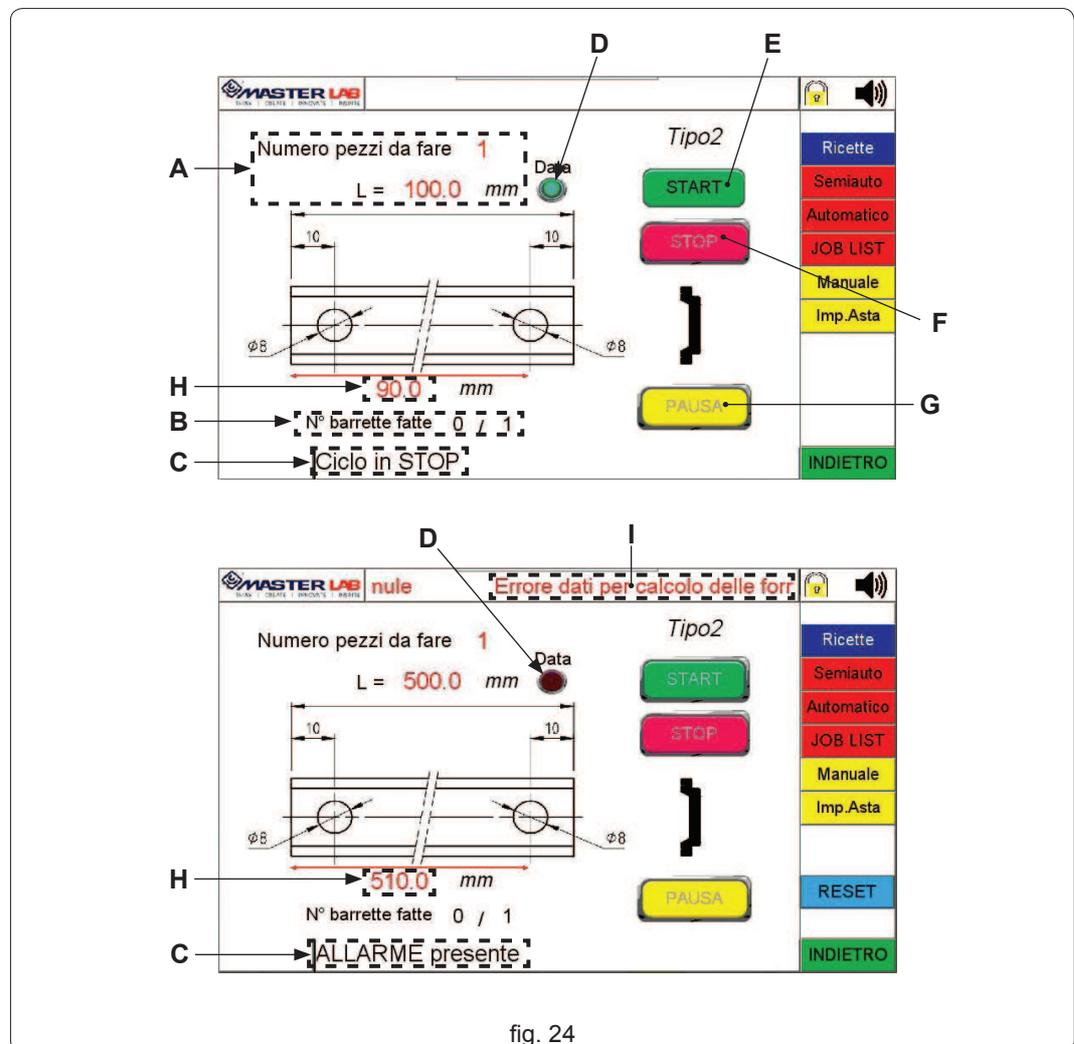
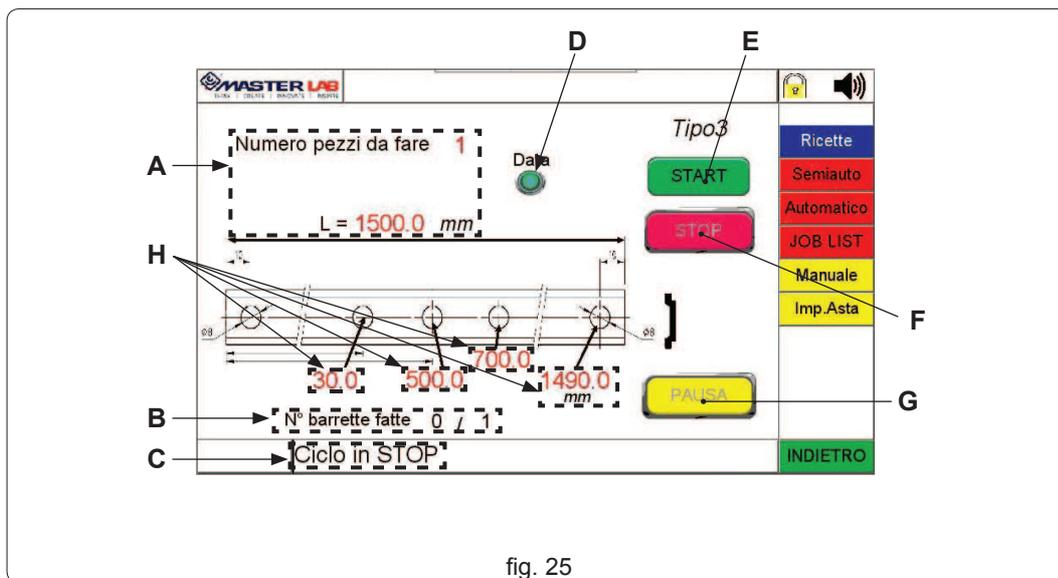

fig. 24
fig. 25
- il numero di aste da eseguire e la lunghezza precedentemente impostati (fig. 24 rif. A) toccando sui rispettivi numeri e immettendo i dati con il tastierino seguito dal tasto Enter;
- quota da assegnare al foro finale (fig. 24 rif. H);
- il contatore degli eseguiti (fig. 24 rif. B);
- lo stato della macchina (fig. 24 rif. C);
- led di verifica dati: verde -> ok / rosso-> anomalia (fig. 24 rif. D);
- tasto Start (fig. 24 rif. E) per iniziare la lavorazione;
- tasto STOP (fig. 24 rif. F) per terminare le lavorazioni in qualsiasi momento;
- tasto PAUSE (fig. 24 rif. G) per sospendere momentaneamente la lavorazione.
A questo punto toccare sulla quota rossa (fig. 24 rif. H) per assegnare la quota del foro finale. Digitare sul tastierino che compare la quota desiderata seguita dal tasto "Enter".
ATTENZIONE! Se si digita una quota (fig. 24 rif. H) che va oltre la lunghezza impostata della barra il led di verifica dati (fig. 24 rif. D) diventa di colore rosso e ovviamente non permette l'esecuzione della lavorazione. Sulla barra di informazioni all'utilizzatore compare un messaggio di errore (fig. 24 rif. I).
Una volta immessa la quota (fig. 24 rif. H) si può procedere col premere il tasto Start (fig. 24 rif. E).
- il numero di aste da eseguire e la lunghezza precedentemente impostati (fig. 25 rif. A) toccando sui rispettivi numeri e immettendo i dati con il tastierino seguito dal tasto Enter;
- quote da assegnare ai fori intermedi e al foro finale (fig. 25 rif. H);
- il contatore degli eseguiti (fig. 25 rif. B);
- lo stato della macchina (fig. 25 rif. C);
- led di verifica dati: verde -> ok / rosso-> anomalia (fig. 25 rif. D);
- tasto Start (fig. 25 rif. E) per iniziare la lavorazione;
- tasto STOP (fig. 25 rif. F) per terminare le lavorazioni in qualsiasi momento;
- tasto PAUSE (fig. 25 rif. G) per sospendere momentaneamente la lavorazione.
A questo punto toccare sulle quote rosse (fig. 25 rif. H) per assegnare le quote dei fori intermedi e del foro finale.
Digitare sul tastierino che compare la quota desiderata per ogni foro (fig. 25 rif. H) seguita dal tasto "Enter".
ATTENZIONE! Se si desidera, si possono inibire tutti o alcuni dei fori con quota rossa lasciandoli a "10". Non è consentito, ad esempio, assegnare una quota al precedente e lasciare a "10.0" il seguente: comparirà un messaggio di errore e il led di verifica dati (fig. 25 rif. D) diventerà di colore rosso.
ATTENZIONE! Se si digita una quota (fig. 25 rif. H) che va oltre la lunghezza impostata della barra il led di verifica dati (fig. 25 rif. D) diventa di colore rosso e ovviamente non permette l'esecuzione della lavorazione. Sulla barra di informazioni all'utilizzatore compare un messaggio di errore (fig. 24 rif. I).
Una volta immesse le quote (fig. 25 rif. H) si può procedere col premere il tasto Start (fig. 25 rif. E).